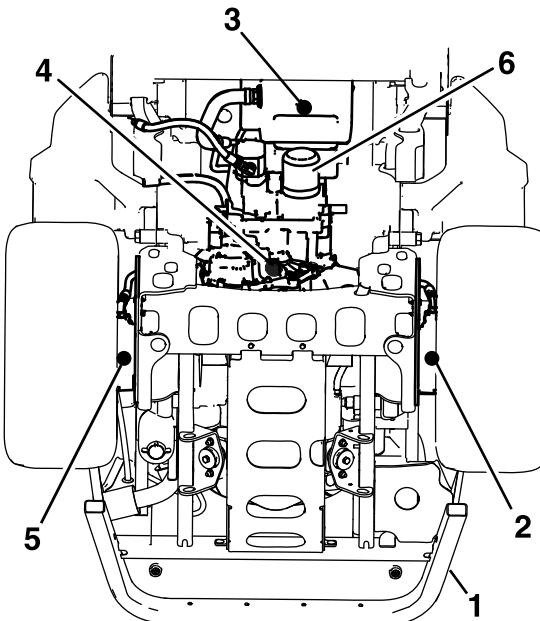

Figure 68
et les moteurs de roues gauche et droit (Figure 68).
5. Enlevez chaque bouchon de vidange et vidangez le liquide hydraulique (Figure 68).
6. Nettoyez la surface autour du filtre à huile hydraulique et retirez le filtre (Figure 68).